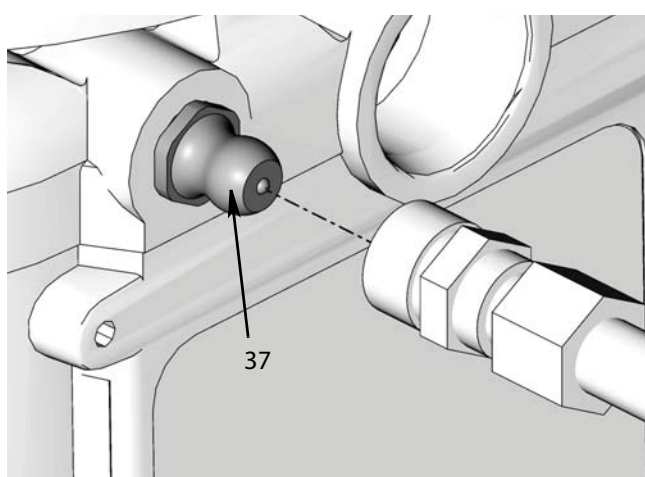

РИС. 7
1. Подсоедините заливочный шланг ко впускному фитингу (37) (рис. 7).
1. Подсоедините заливочный шланг ко впускному фитингу (рис. 7).